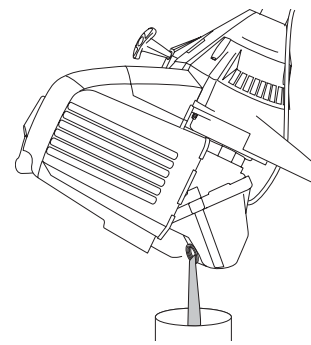

Fig. 54
3. Vierta el aceite fuera del orificio de llenado de aceite en un recipiente inclinando la unidad hasta una posición vertical (Fig. 54). Deje suficiente tiempo como para completar el drenaje.